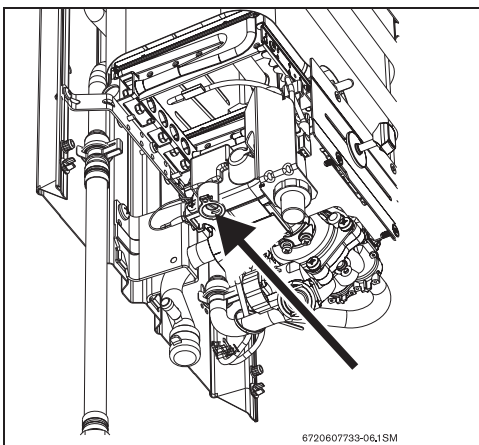

Рис. 6 Винт регулировки макс. расхода газа
- ▶ Снять пломбу с регулировочного винта (→Рис. 6 ).